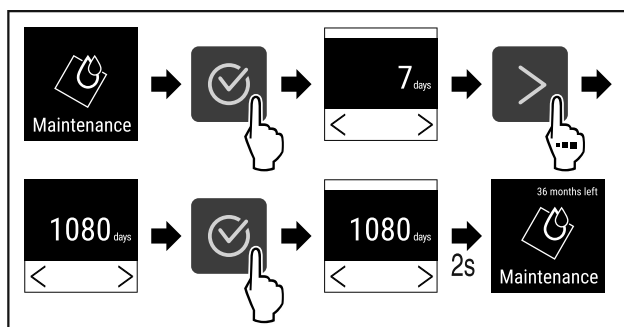

Fig. 68
- ▶ Hajtsa végre a művelet lépéseit (lásd Fig. 68).